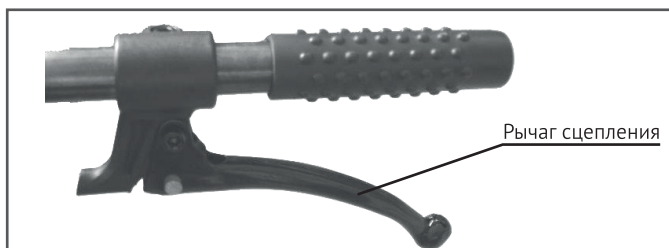

Рис.9
- Для запуска вращения фрез нажмите и удерживайте рычаг сцепления культиватора (Рис. 9)
- Установите рычаг сцепления в среднюю позицию (См. Рис.9).